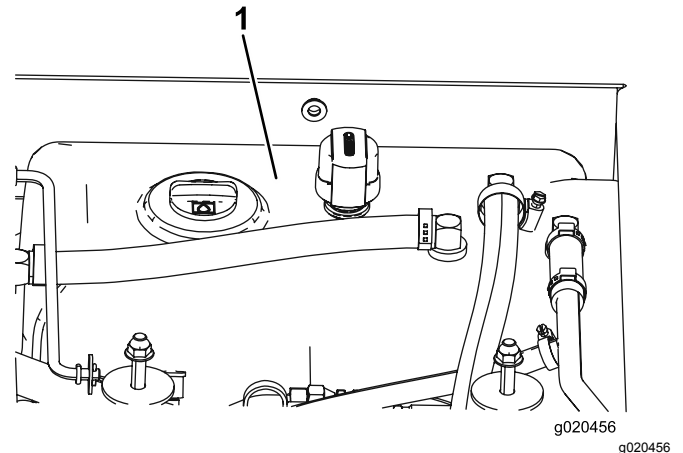

Bild 116
- Füllen Sie den Hydraulikbehälter (Bild 116) mit Hydrauliköl, siehe Wechseln des Hydrauliköls (Seite 79).